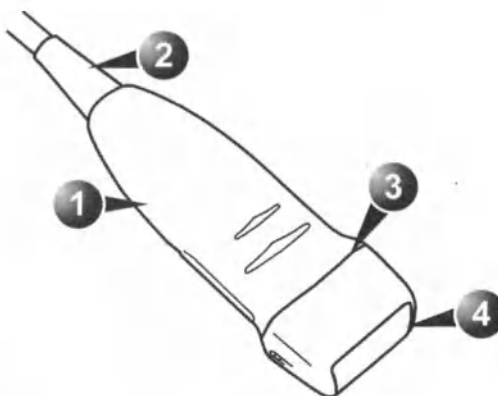

Рис. 13-3. Части датчика
1. Осмотрите линзу, корпус датчика и кабель (Рис. 13-3) на наличие трещин, разрезов, разрывов и других признаков физического повреждения.